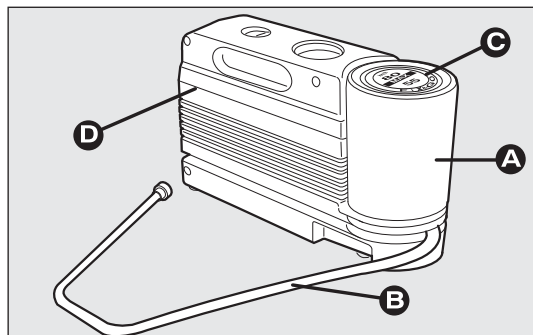

fig. 150
Le kit fig. 150 comprend :
- ☐ un compresseur D-fig. 150 muni d'un manomètre et de raccords, situés dans le compartiment ;